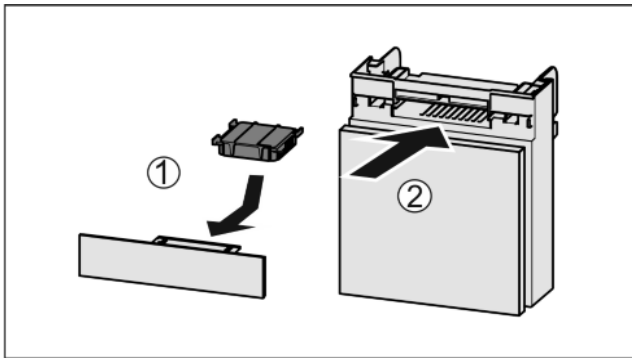

Fig. 52
- ▶ Поставете Fig. 52 (1) филтъра с активен въглен, както е показано на фигурата.
- ▶ Вкарайте Fig. 52 (2) отделениято.